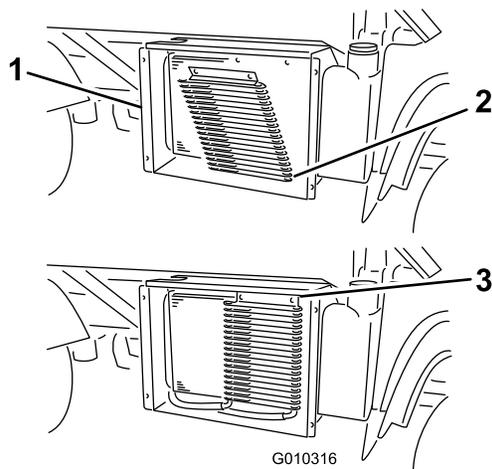

Figura 54
6. Se presenti, ruotate i fermi e spostate il refrigeratore dell'olio dal radiatore (Figura 54).